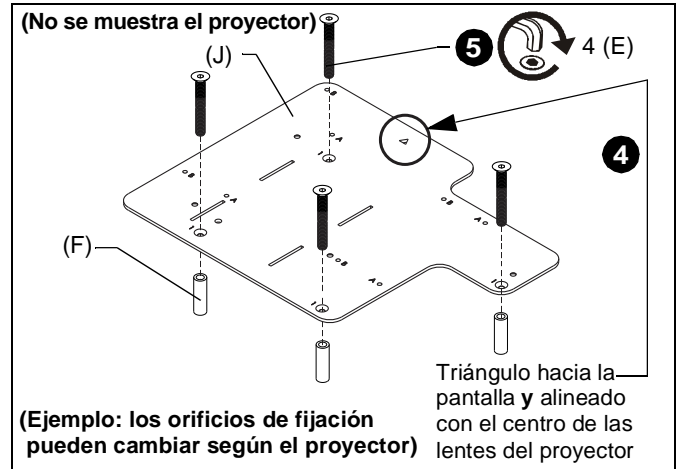

Figura 9
3. Coloque cuatro separadores (F) sobre los encastres enroscados en la parte inferior del proyector.
4. Coloque el soporte de acoplamiento (J) [con los orificios marcados con una "A" y una "B" de manera visible] en la parte inferior del proyector, alineando los orificios de montaje del soporte (marcados con un "1") con los separadores y los encastres enroscados de la parte inferior del proyector, asegurándose de que el triángulo del soporte apunte hacia la pantalla y esté alineado con el centro de las lentes del proyector. (Consulte la figura 9)
5. Coloque cuatro tornillos de cabeza plana hexagonal M4 x 35 mm (E) en los orificios de montaje marcados con un "1", a través de los separadores (F) y dentro de los encastres enroscados. (Consulte la figura 9)